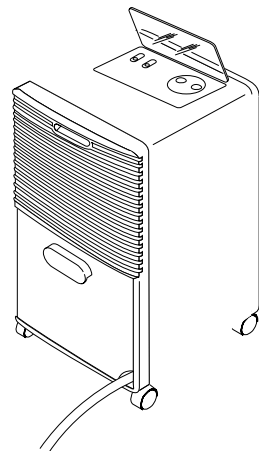

Fig. 3
- 5) Plaats de tank in het apparaat (fig. 3)